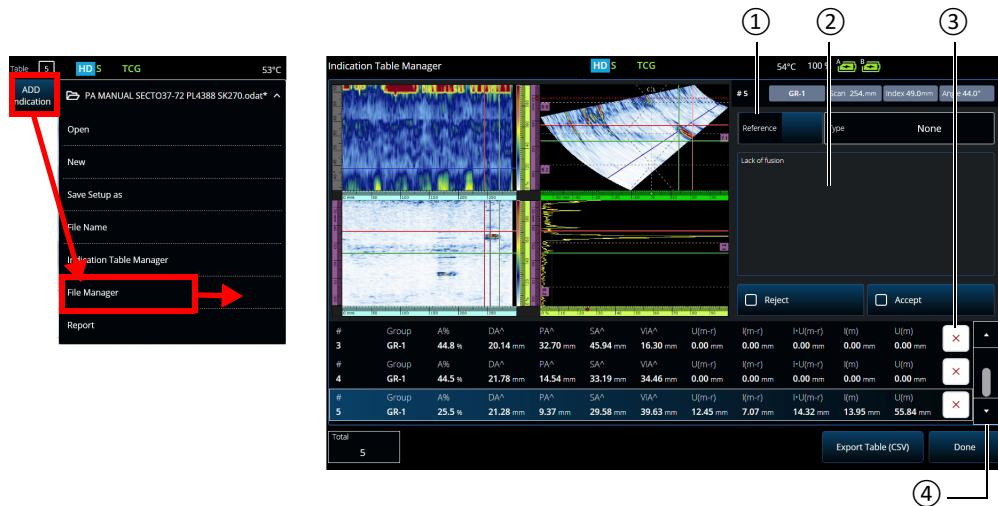

Figura 5-2 Janela Indication Table Manager (gerenciador de tabela de indicação)
1. Adicione uma indicação à tabela configurando seu layout e os cursores em uma indicação (no modo de análise) e depois tocando em **Add Indication** (adicionar indicação) (Figura 5-2 na página 205 à esquerda). Repita para cada indicação que você quiser acrescentar.
2. Toque em File > Indication Table Manager (arquivo > gerenciador de tabela de indicação) para acessar a tabela de indicação (Figura 5-2 na página 205 à direita e Tabela 85 na página 206).